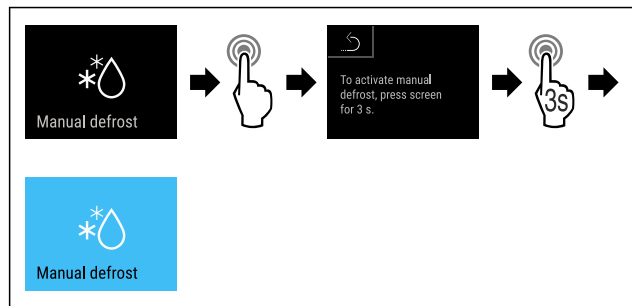

Fig. 132
- ▶ Stappen (zie Fig. 132) uitvoeren.